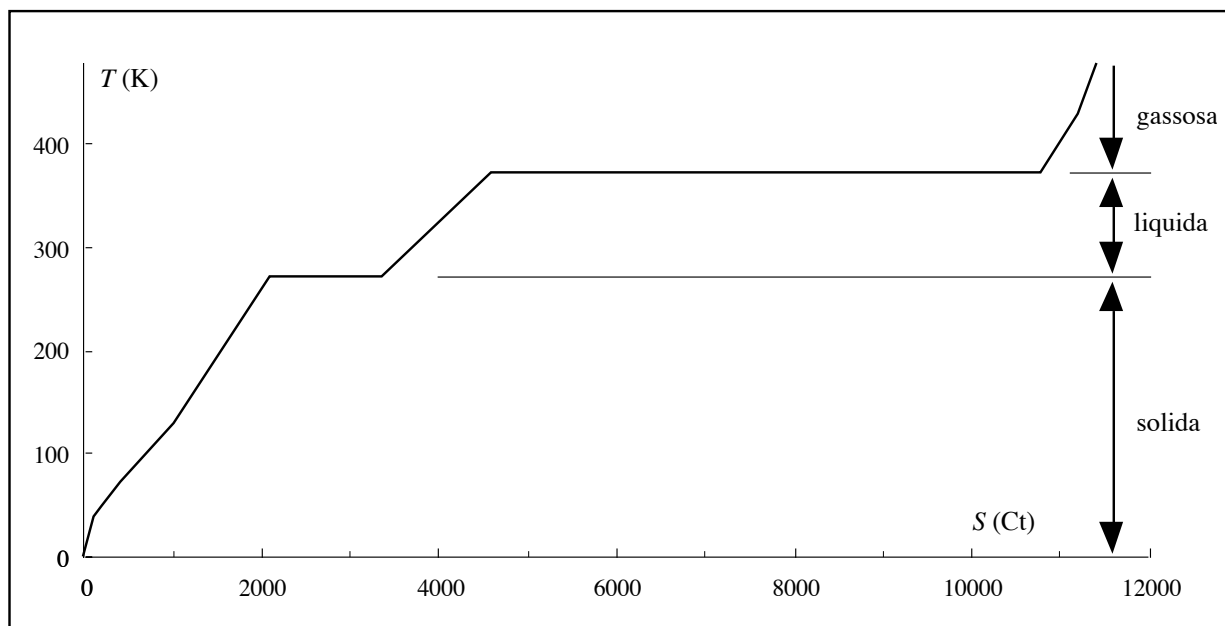

Fig. 12.3. Temperatura in funzione del contenuto di entropia per 1 kg d'acqua.
La fig. 12.3 riporta la temperatura di 1 kg d'acqua in funzione del suo contenuto di entropia, per un intervallo di temperatura più grande che in fig. 11.20 (e). La curva ci dice che 1 kg di vapore acqueo contiene circa 6000 Ct in più di 1 kg di acqua liquida.
1. Leggi in fig. 12.3 quanta entropia hanno 1 kg di vapore acqueo a 100 °C e 1 kg d'acqua liquida a 100 °C. Il valore del vapore acqueo è superiore a quello del liquido di che fattore?